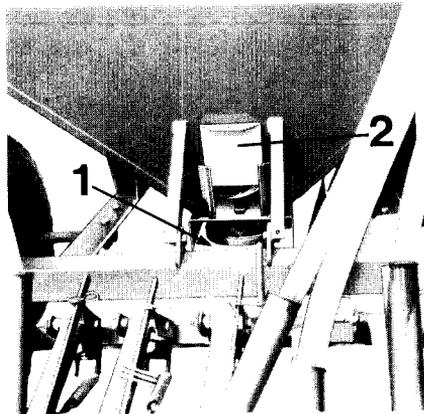
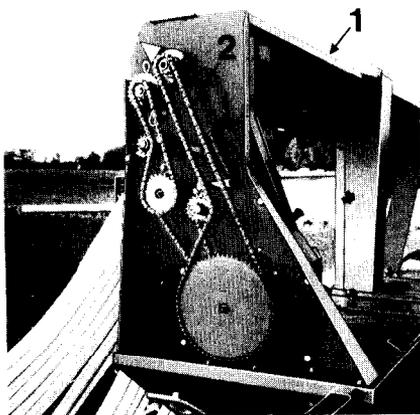
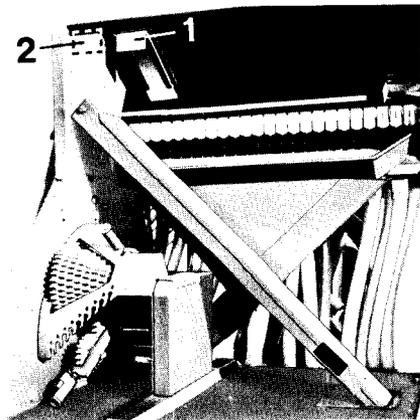

Abbildung 22
Abbildung 23
Abbildung 24
1. Eimer unter die untere Öffnung des Hauptbehälters (Abb. 22/1) stellen, Schieber (Abb. 22/2) öffnen, Restmenge darin auffangen und direkt in den Verteiler (Abb. 23/1) schütten.
2. Antriebskette (Abb. 23/2) abnehmen, damit die Verteilerschnecke nicht mitläuft.
3. Den Kunststoffschieber (Abb. 24/1) über den Rücklauf (Abb. 24/2) einschieben und dadurch den Rücklauf schließen.
Bei geringen Mengen und kleinen Flächen ist es günstiger, direkt den Verteilerbehälter zu befüllen. Hierbei muß natürlich auch erst wieder die Antriebskette (Abb. 23/2) abgenommen und der Rücklauf durch den Schieber (Abb. 24/2) geschlossen werden.